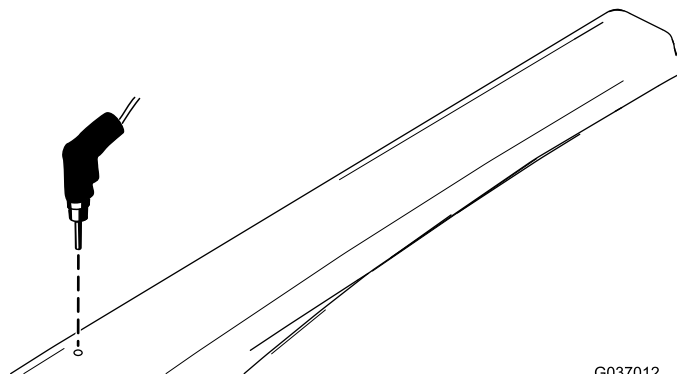

Bild 13
14. Verwenden Sie das Loch an der Oberseite der Dachstützhalterung als Bohrschablone und bohren Sie ein Loch mit 7,9 mm Durchmesser auf jeder Seite des Sonnendachs (**Bild 13**).